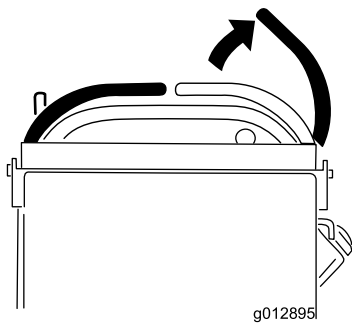

Figura 11
- Desloque as alavancas de controlo do movimento para PONTO MORTO e desloque a alavanca de controlo de movimento do lado direito para a posição de BLOQUEIO EM PONTO MORTO (Figura 11).